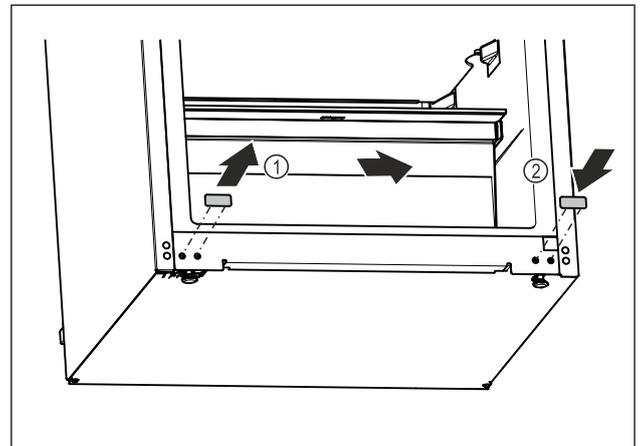

Fig. 18
- ▶ Abdeckstopfen herausziehen. Fig. 18 (1)
- ▶ Abdeckstopfen auf der Gegenseite einsetzen. Fig. 18 (2)